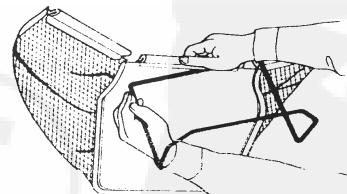

Fig. 10-1
2. Schuif het stalen frame in de clip. (Fig.10-1)